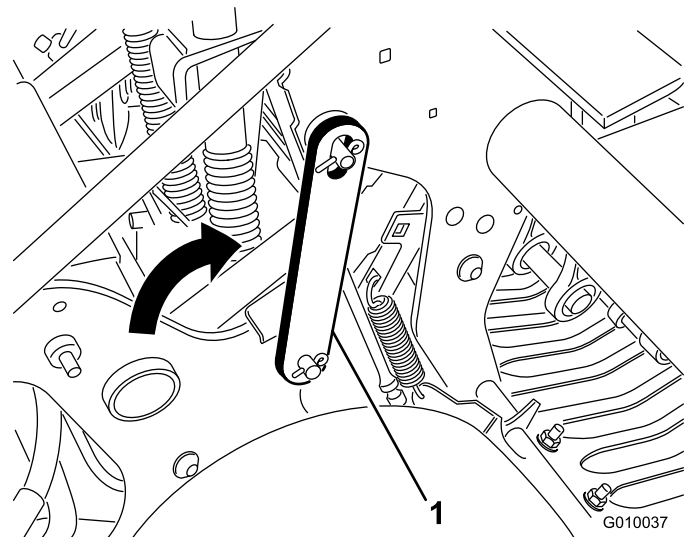

Figura 21
3. Incline o trinco de segurança para trás e introduza-o no pino da cabeça de perfuração (Figura 21). Fixe-o com o anel de bloqueio.